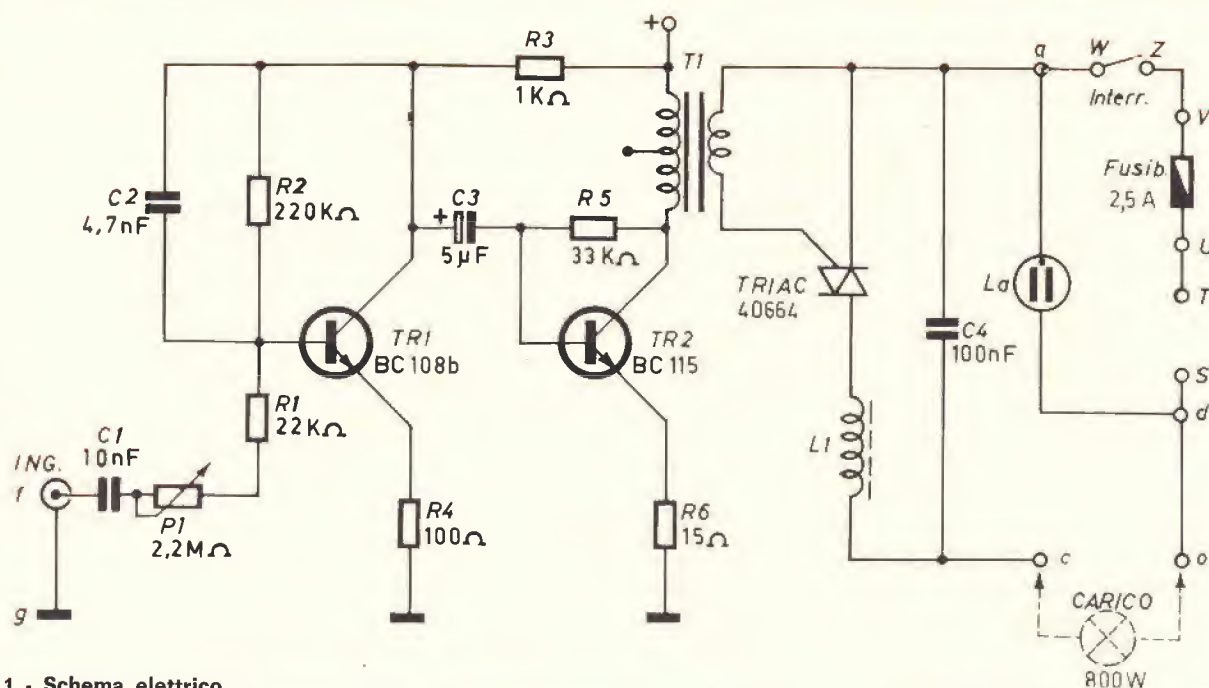

Fig. 1 - Schema elettrico.
**O**sservando il circuito elettrico di fig. 1 si nota che il segnale di bassa frequenza applicato in ingresso al punto (f) viene portato a TR1 per mezzo del potenziometro P1 che serve a dosare la quantità di segnale da fornire alla base. I condensatori C2 da 4,7 nF e C1 da 10 nF costituiscono un filtro passa banda che consente il passaggio alle sole frequenze medie, le quali, amplificate da TR1, sono accoppiate tramite il condensatore C3 al transistor TR2, che, agendo da amplificatore, fornisce una tensione modulata alla sezione primaria del trasformatore T1. Al secondario dello stesso si ha la tensione necessaria per pilotare il Triac.